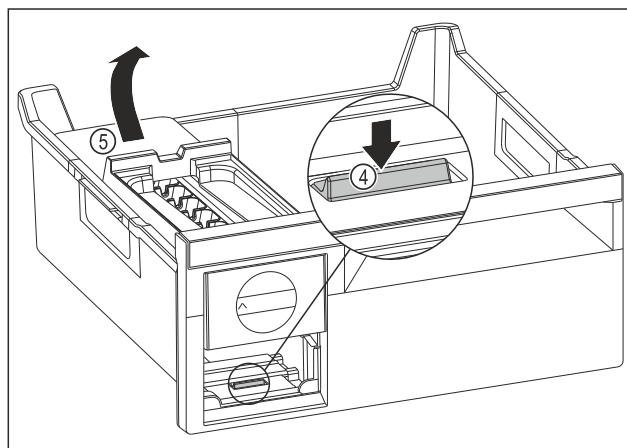

Fig. 143
- Извлеките корпус EasyTwist-Ice: Надавите пальцем вниз на накладку Fig. 143 (4) и одновременно другой рукой поднимите корпус EasyTwist-Ice Fig. 143 (5) сзади.